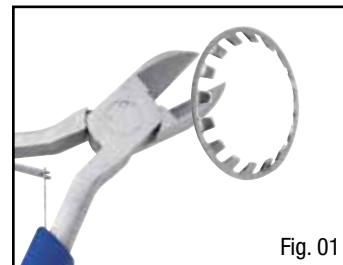

Fig. 01
- C) Cortar el muelle de bloqueo B con una pequeña cizalla de pico (Fig. 01), normalmente presentes en el mercado, y sustituirlo con uno nuevo.
- C) Cortar a Mola de bloqueio B com uma pequena tesoura de bico (Fig. 01) vendida normalmente no comércio e substituí-la por uma nova.